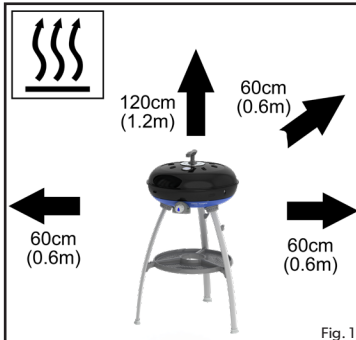

Fig. 1
- Sørg for at apparatet holdes borte fra brannfarlige materialer når det er i bruk. Trygge minimumsavstander er: over apparatet - 1,2 m, på baksiden og på sidene - 0,6 m. (fig.1)